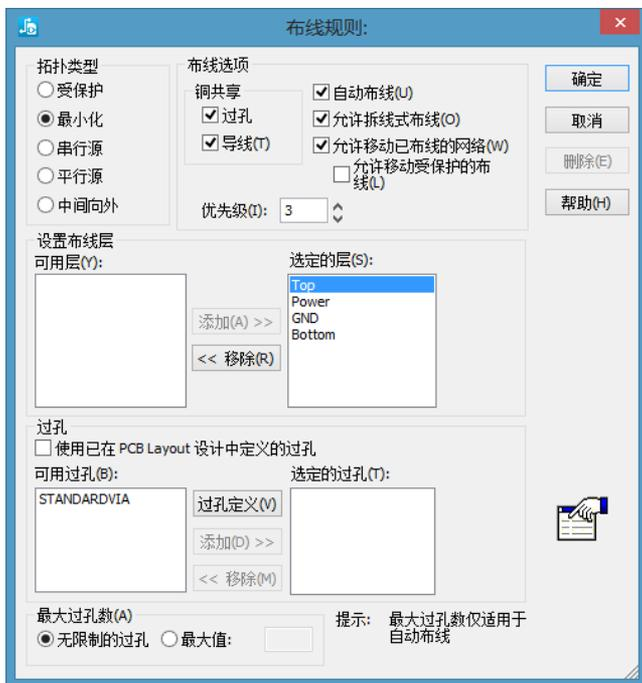

图 4-11 “布线规则”对话框
(2) 单击“默认”按钮，系统会打开“默认规则”对话框。
(3) 从“默认规则”对话框中单击“布线”按钮，系统会打开如图 4-11 所示的“布线规则”对话框。